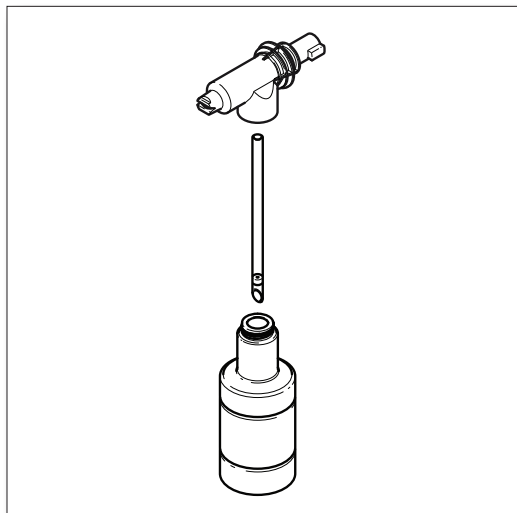
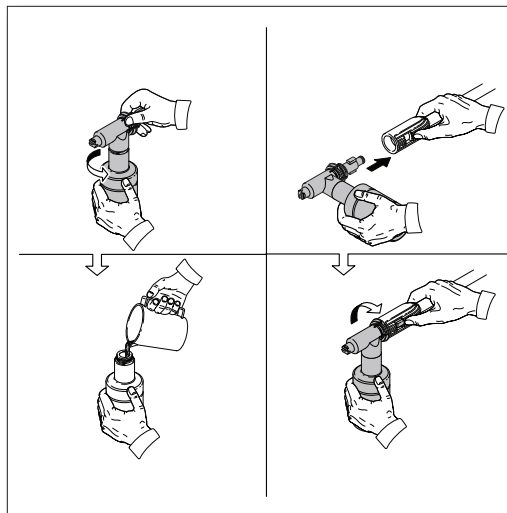

Fig. 11
Fig. 12
- Lorsque vous utilisez la bouteille de détergent, remplissez-le d'un détergent ou nettoyant spécialement formulé avec un ratio d'eau conforme aux instructions sur le contenant **(Fig. 11)**. La bouteille de détergent est fournie avec une paille attachée au couvercle dévissable. Si vous ne voyez pas la paille, regardez à l'intérieur de la bouteille et attachez-la au couvercle **(Fig. 12)**.